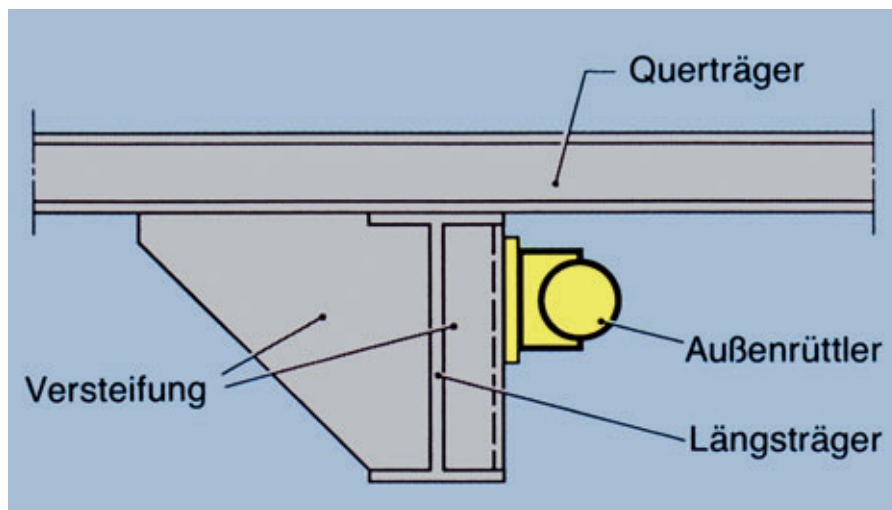

Abb. 4: Rüttleranordnung mit Versteifung am Längsträger eines großen Rütteltisches
- Um die erzeugten Schwingungsbreiten verlustfrei zum gewünschten Wirkungsort zu übertragen, muss darauf geachtet werden, dass die Rüttlerbefestigungen (Platte, Träger) sich nicht durchbiegen können. Beispielsweise bedeutet bei Hochfrequenz-Außenrüttlern, die bei hohen Fliehkraften nur 0,4 mm Schwingungsbreite erzeugen, eine Durchbiegung der Rüttlerbefestigung von 0,1–0,2 mm einen Verlust von 25–50% der Schwingungsenergie. Die beiden Hauptwirkrichtungen der erzeugten Fliehkraften müssen besonders beachtet werden. Es sind dies die senkrecht und parallel zur Befestigungsfläche wirkenden Fliehkraften, wobei die um 90 Grad zur gewünschten Wirkrichtung angreifenden Kräfte Schweißnahtrisse an den Rüttlerbefestigungen verursachen können. Es müssen dann zusätzliche Versteifungen, z. B. Knotenbleche, angeschweißt werden. Abbildung 4 zeigt einige Möglichkeiten der beschriebenen Versteifungen.